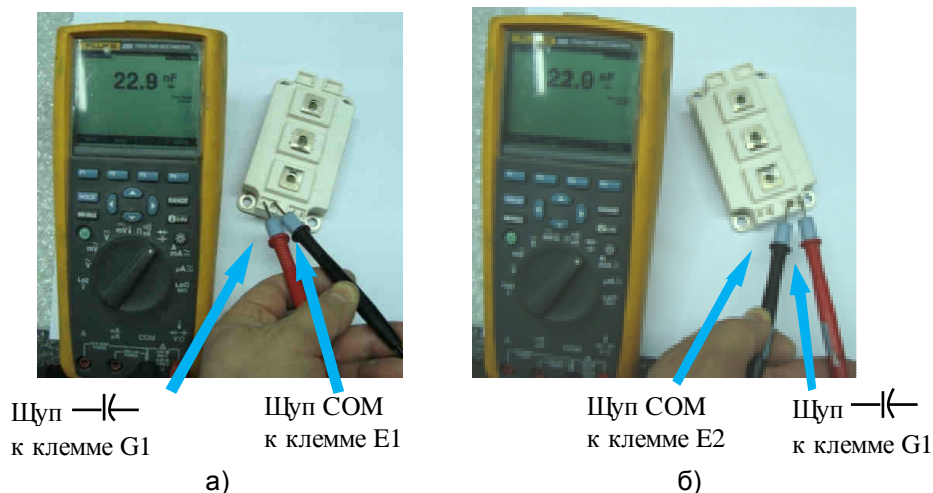

Рис. 7.4.
7.3.2. Установить мультиметр в режим измерения емкости и поочередно измерить емкость в нанофарадах между каждой парой выводов: верхнего плеча G1-E1 (рис. 7.4а) и нижнего плеча G2-E2 (рис. 7.4б).